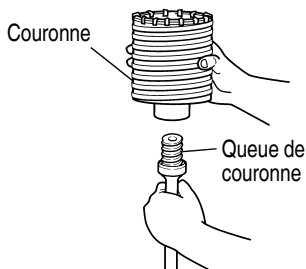

Fig. 30
- (1) Monter la couronne sur la queue de couronne. (Fig. 30)